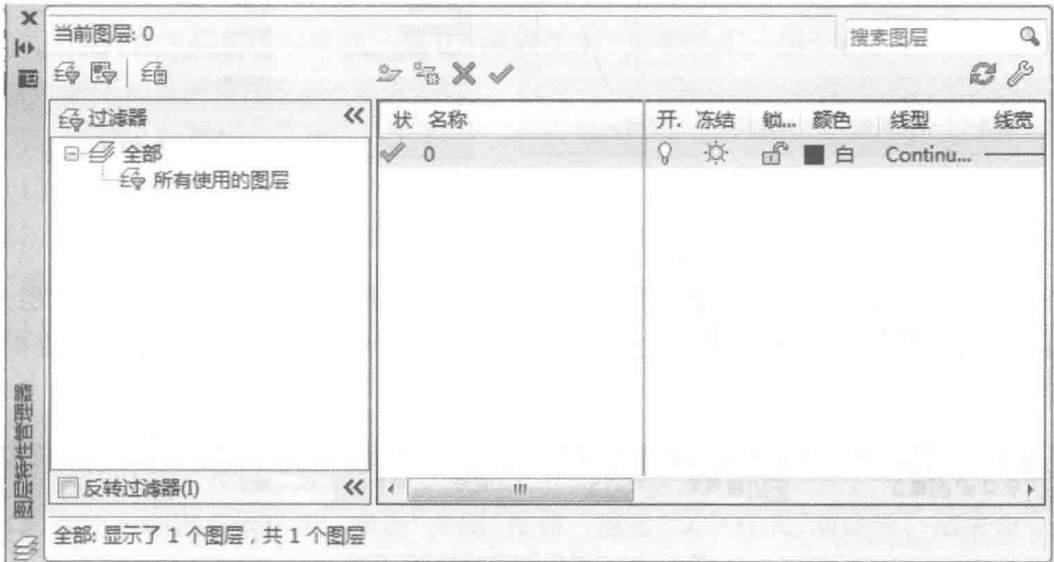

图 1-3 图层特性管理器
2. 新建图层的方法 用于进行图层管理的命令是 LAYER。单击“图层”工具栏中的“图层特性管理器”按钮，或选择“格式”|“图层”命令，即执行 LAYER 命令，打开“图层特性管理器”对话框，如图 1-3 所示。